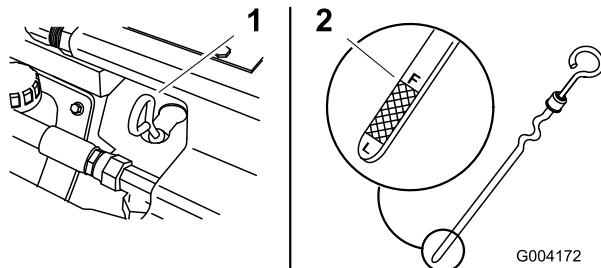

Figure 9
- Nettoyez la surface autour de la jauge d'huile (Figure 9).
- Sortez la jauge d'huile et essuyez soigneusement l'extrémité métallique (Figure 9).
- Enfoncez la jauge complètement dans le tube (Figure 9).